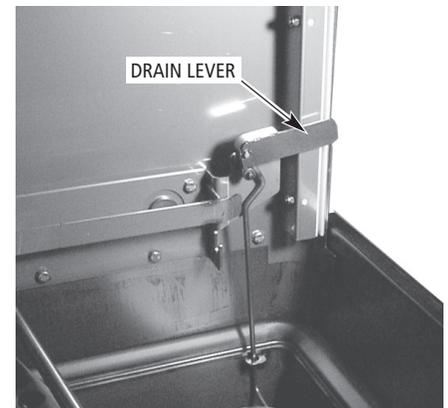

Figure 20
4. Videz la machine en soulevant le levier de vidange (Figure 20).